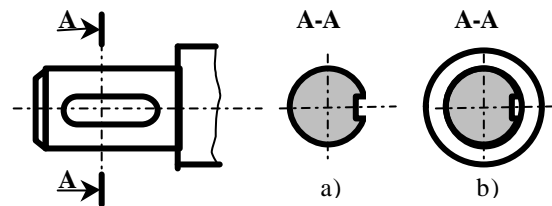

Fig. 6.6.
T.6.6. Care din secțiunile A-A este corectă (fig. 6.6)?